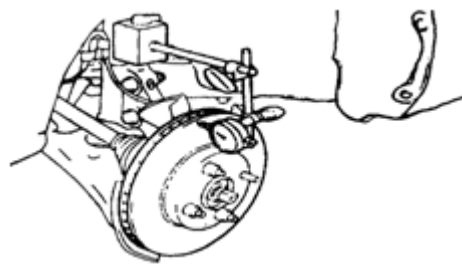

图 3—19
(1) 临时紧固制动盘，拧紧力矩：103N·m。
(2) 用百分表，在距制动盘外缘10mm处测量制动盘的摆动，如图3—19所示。制动盘最大摆动：0.05mm。